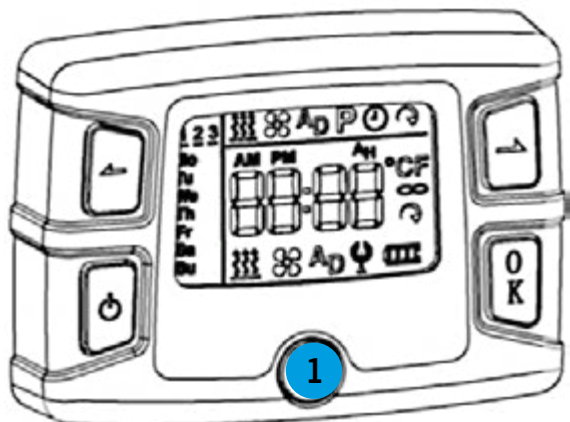

Fig. 43
Retirer le cache **Fig. 43** (1) pour visser fermement l'élément de commande.